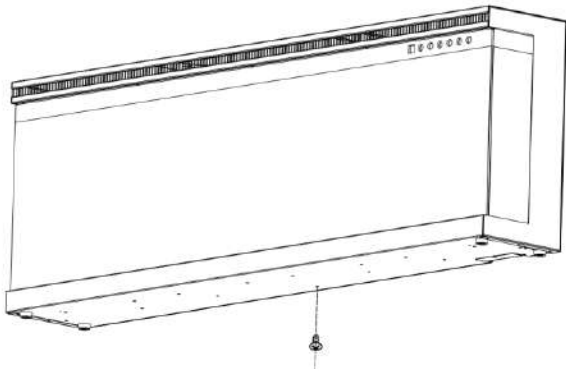

Fig 1-1
A. Die silberne Schraube am Boden des Gerätes entfernen (Fig. 1-1). Die Schraube zur Seite legen.